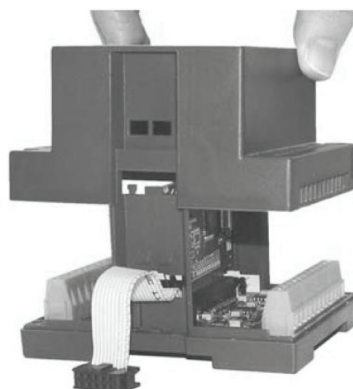

Рис. 36
3. Осторожно снимите верх прибора, как на рис. 36.